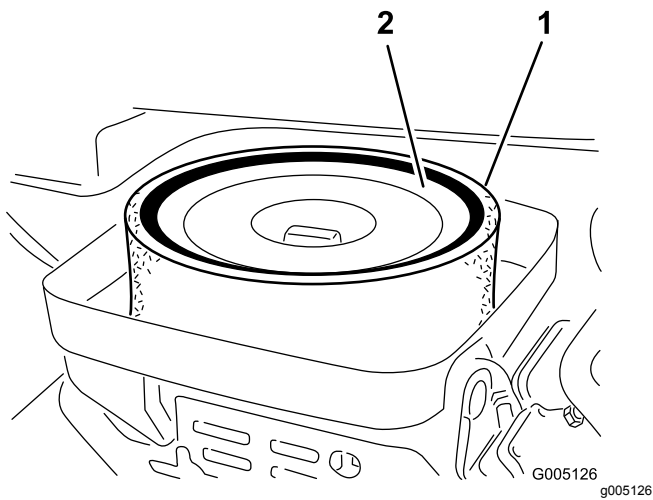

Figura 25
3. Togliete il dado ad alette che fissa gli elementi al corpo del filtro dell'aria (Figura 25).
4. Se l'elemento in schiuma sintetica è sporco, rimuovetelo dall'elemento di carta (Figura 25). Pulitelo accuratamente, come indicato di seguito: